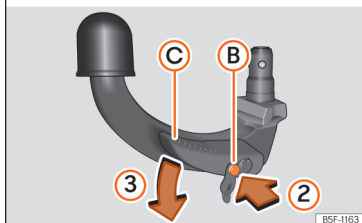

Fig. 270 Posizione di riserva: verifica della posizione
- La chiave » **fig. 270** ① è nella posizione di sblocco (il foro della chiave è rivolto verso l'alto).
- Il perno di sblocco » **fig. 270** ② si muove.
- La leva » **fig. 270** ③ è in basso.